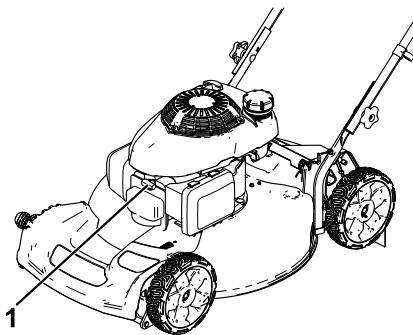

Figura 16
- Desconecte el cable de la bujía (Figura 16) antes de realizar cualquier procedimiento de mantenimiento.